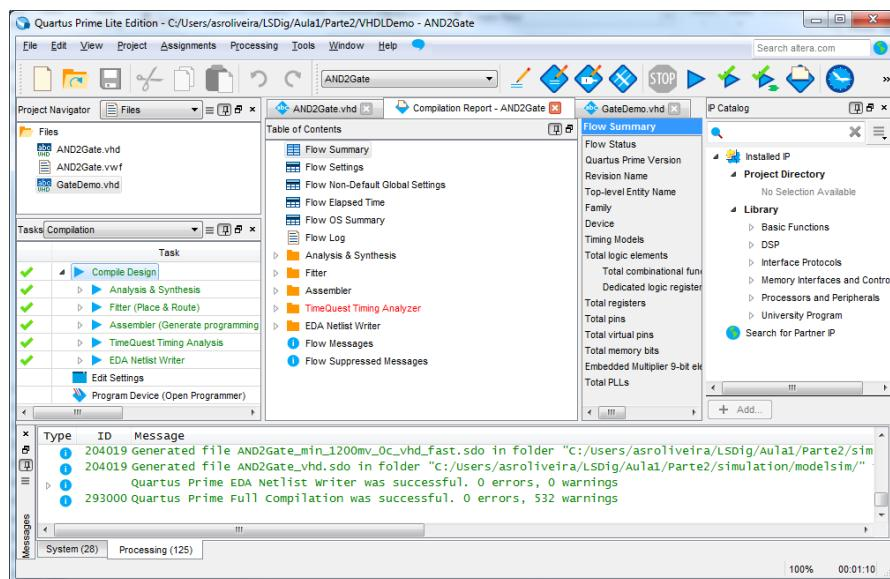

Figura 43 – “Quartus Prime” IDE após compilação (implementação) completa do projeto.
**14.** Efetue a síntese e implementação do projeto através do comando “*Compile Design*”. No final da compilação o IDE deve apresentar o aspetto da Figura 43.